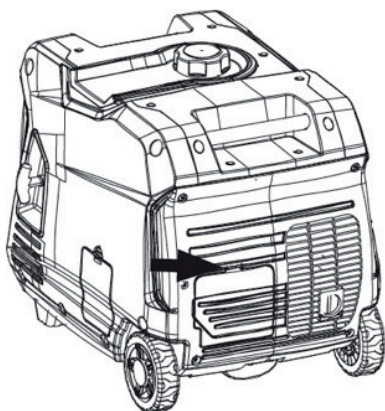

Figura 1: Panel de Servicio de la Batería
1. Desconecte el panel de acceso de la batería en la parte trasera de la unidad al lado del silenciador (ver Figura 1).